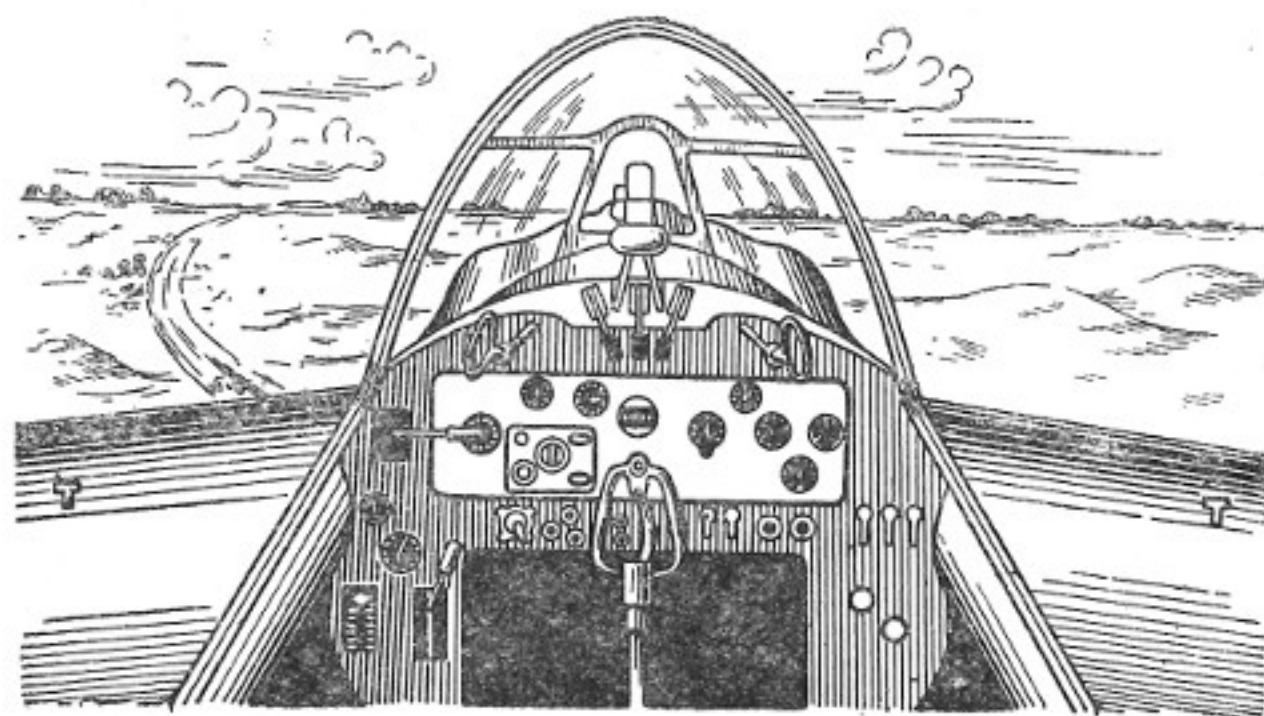

Рис. 11. Положение капота относительно горизонта на горизонтальном полёте
4. Положение капота относительно горизонта зависит от скорости полёта. Основное положение капота относительно горизонта на скорости 300 км/час должно быть заучено курсантом наизусть (рис. 11).